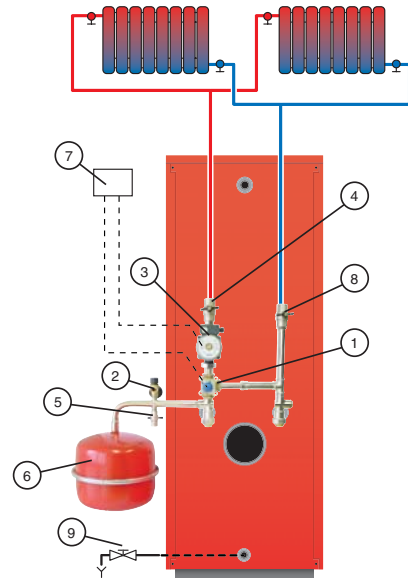

fig. 18 : Aansluiting verwarming
2. Vul de verwarmingskring door de kranen 4, 5 en 8 te openen zonder een druk van 2 bar te overschrijden. (fig. 18 pagina 13)